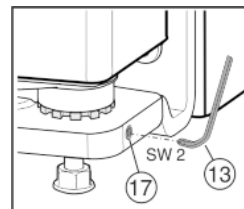

Fig. 17
- Skru ut gjengestiften Fig. 17 (17) et lite stykke (maks. en omdreining!).
- Trekk til igjen gjengestiften Fig. 17 (17), slik at lagerbukken sitter godt fast.